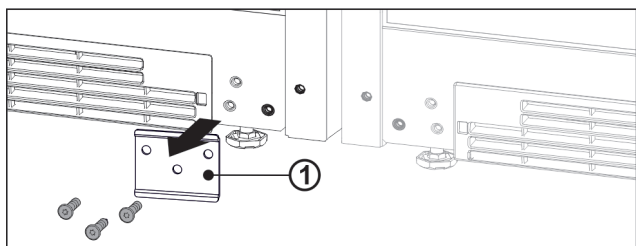

Fig. 13
- ▶ Ако ламарината Fig. 13 (1) е монтирана, развийте ламарината.